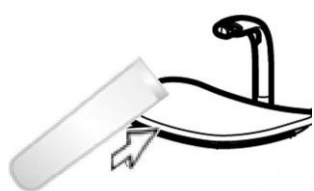

Рис. 2
- 2 - Установите одноразовую защиту на прикусную вилку (рис. 2)